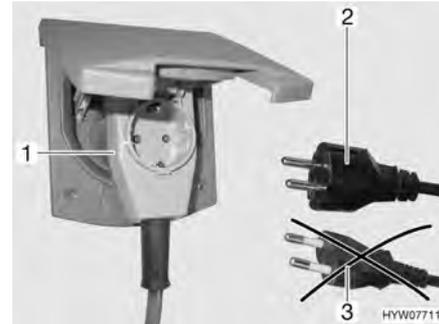

Bild 103 Anschluss an eine Winkel-
- ▶ Bei Verwendung einer CEE 17 Winkelkupplung mit rückseitig eingebauter Steckdose (Bild 103,1) nur einen gummierten und versiegelten IP 44 Stecker mit Schutzkontakt (Bild 103,2) verwenden. Keine Stecker ohne Schutzkontakt (Bild 103,3) verwenden. Gefahr eines Stromschlages!